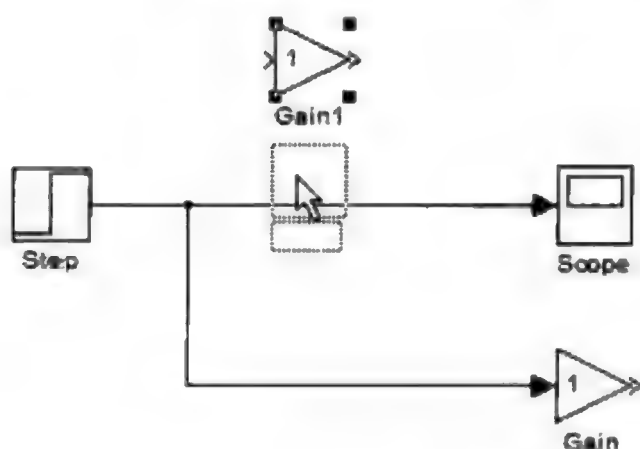

图 2.1.21 连线中插入模块
⑥ 连线中插入模块: 如果模块只有一个输入口和输出口, 那么可以将该模块直接插入到一天连线中, 如图 2.1.21 所示。
⑦ 连线的注释: 有时为了增加模型的可读性, 常常会给信号线加上注释。在要添加注释